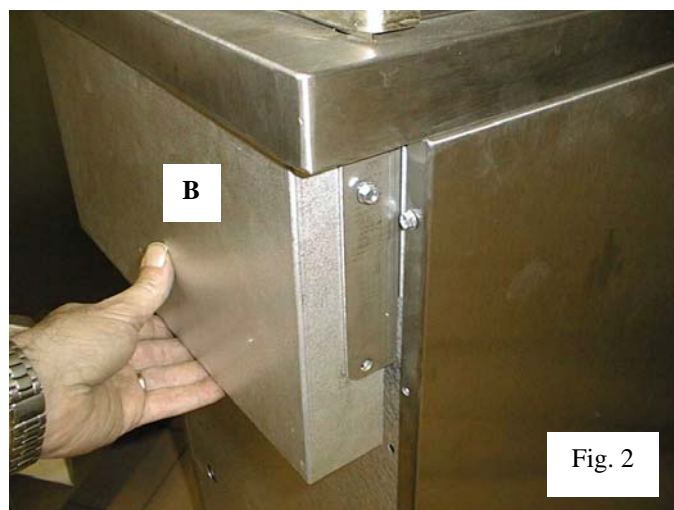

Fig. 2
- Ⓡ Déposer le capot arrière **B** (fig.2).
- Ⓢ Remove rear cover **B** (fig. 2).
- Ⓝ Verwijder het achterpaneel **B** (fig.2).
- (FR)** Déposer le capot arrière (fig.2)
- (GB)** Remove rear cover (fig. 2).
- (NL)** Verwijder het achterpaneel (fig.2).